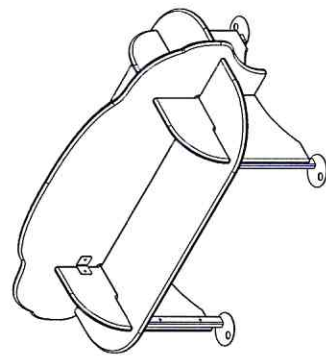

рисунок 1
- Изделие поставляется в сборе (рисунок 1).
- 4.1 Изделие поставляется в сборе (см. рисунок 1).